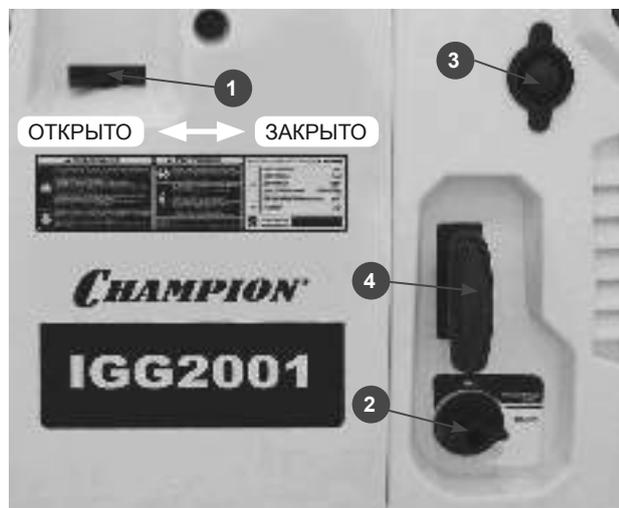

Рис.8
4. Закройте воздушную заслонку карбюратора(1) Рис.8. Рычаг воздушной заслонки передвиньте вправо до упора.
5. Откройте топливный кран(2) Рис 8. Рычаг крана поверните по часовой стрелке до упора.
6. Откройте воздушный клапан на крышке топливного бака. Рукоятку клапана(5) Рис.8 поверните по часовой стрелке до упора.
7. Нажмите на праймер подкачки топлива (3) Рис.8 15-20 раз для того, чтобы прокачать топливную систему и подать топливо в карбюратор.